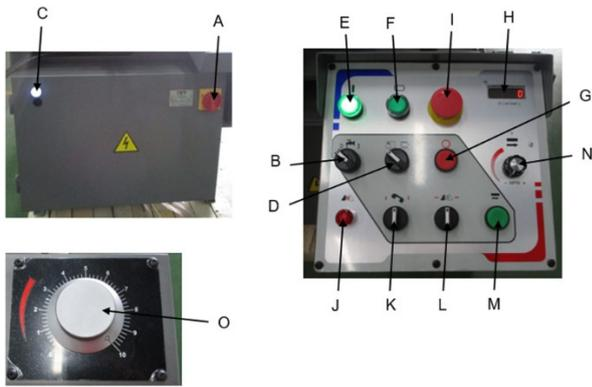

Figure 7-1 : Commandes de la machine
- Si la lame est bloquée lors de la coupe, appuyez immédiatement sur le bouton d'arrêt d'urgence (I, Fig 7-1) pour désactiver la machine. Ouvrez l'étau lentement, retirez la pièce et vérifiez si la lame ou si les dents ne sont pas cassées. En cas de rupture, changez la lame.
Tournez le bouton (N, Fig 7-1) pour régler la vitesse de la lame.
Branchez la machine à la source d'alimentation. Activez le commutateur principal (A, Fig 7-1). Le témoin d'alimentation (C) s'allume.
1. Appuyez sur le bouton (D) pour démarrer la pompe hydraulique.
Si le serrage de l'étau échoue, le témoin (J, Fig 7-1) s'allume.
1. Appuyez sur le bouton (E) pour démarrer la pompe hydraulique.